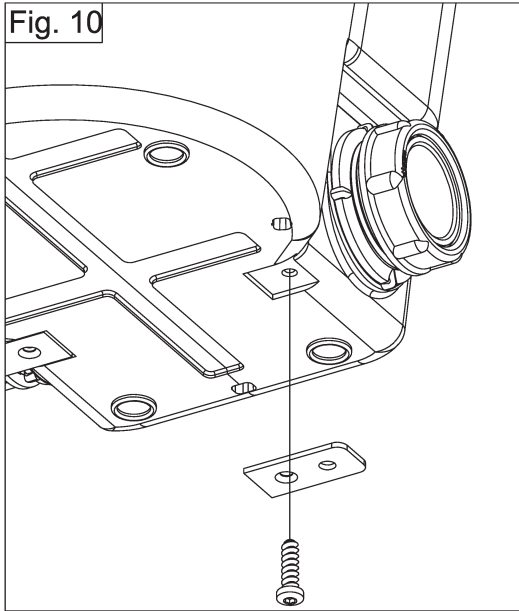

Fig. 11
10. ПОДСОЕДИНЕНИЕ К НАПОРНОЙ ЛИНИИ: рис. 11
- Установите напорный патрубок (A) и зафиксируйте на приборе при помощи стяжного хомута (C1).